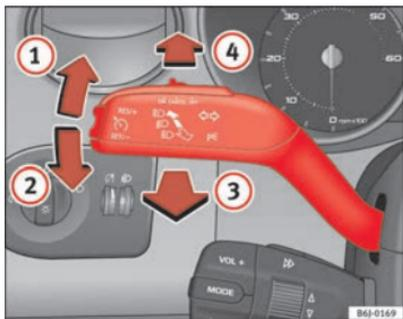

Fig. 56 Levier des clignotants et de l'inverseur-codes
- Soulevez le levier jusqu'en butée ⇒ fig. 56 ① pour actionner les clignotants **droits** ou abaissez-le jusqu'en butée ② pour actionner les clignotants **gauches**.
- Déplacez le levier vers l'avant ⇒ fig. 56 ④ pour allumer les feux de route.